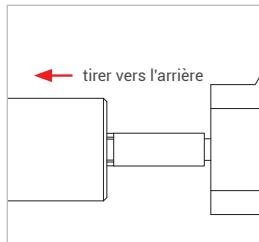

Figure 4
- ▶ Tirer légèrement sur la pièce d'essai (flèche rouge *Figure 4*) dans le sens inverse du raccordement pour s'assurer de la bonne fixation du connecteur.